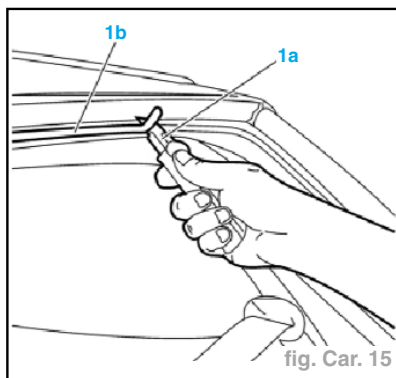

fig. Car. 15
- A l'aide d'un outil approprié (1a), découper et niveler le cordon de mastic dans la baie de la lunette AR (1b), de façon à en laisser une épaisseur comprise entre **0,25 et 1 mm** en évitant de rayer la peinture (fig. Car. 15).